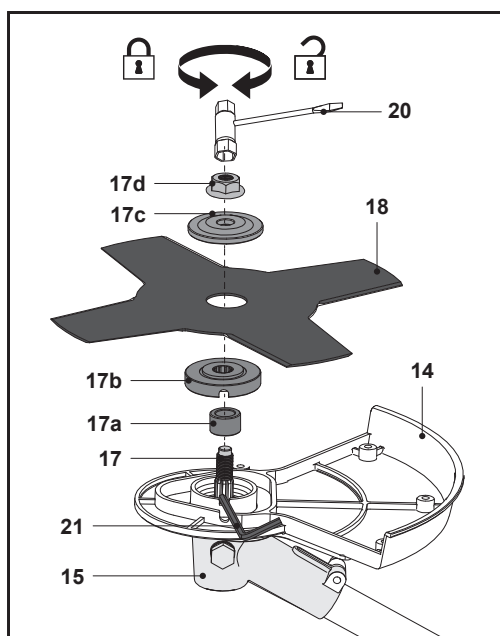

Fig. 8
1. Asigură-te că apărătoarea dispozitivului de tăiere (14) a fost prinsă corespunzător.
2. Asigură-te că bucușă interioară (17a) și flanșă suport (17b) sunt montate corect pe ax (17).
3. Rotește flanșă suport (17b) până ce orificiul acesteia se aliniează cu creștătura de pe capul antrenor (15).
4. Introdu capătul mai mare al unelei multifuncționale (21) în orificiu pentru a bloca axul (17).
5. Montează lama de tăiere (18) pe ax (17). Asigură-te că lama de tăiere (18) stă aliniată pe inelul extrudat de pe flanșă suport (17b).
6. Pune flanșă de blocare (17c) pe lama de tăiere (18).
7. Fixează lama de tăiere (18) strângând piulița (17d) în sens antiorar folosind cheia tubulară (20) furnizată (Fig. 8).